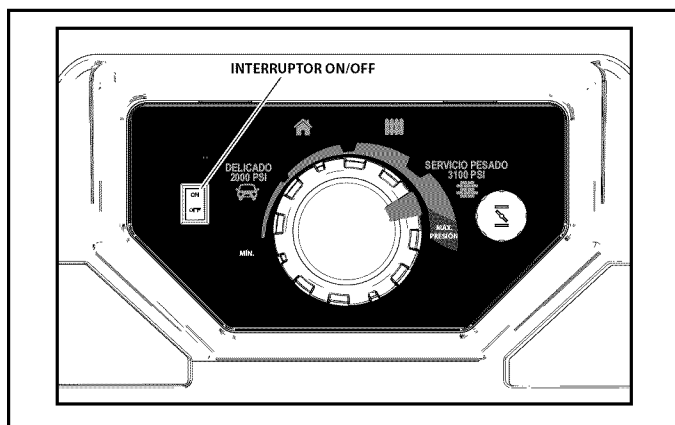

Figura 5-2. Interruptor ON/OFF
1. Ponga el interruptor de motor ON/OFF en la posición "OFF"(Figura 5-2).